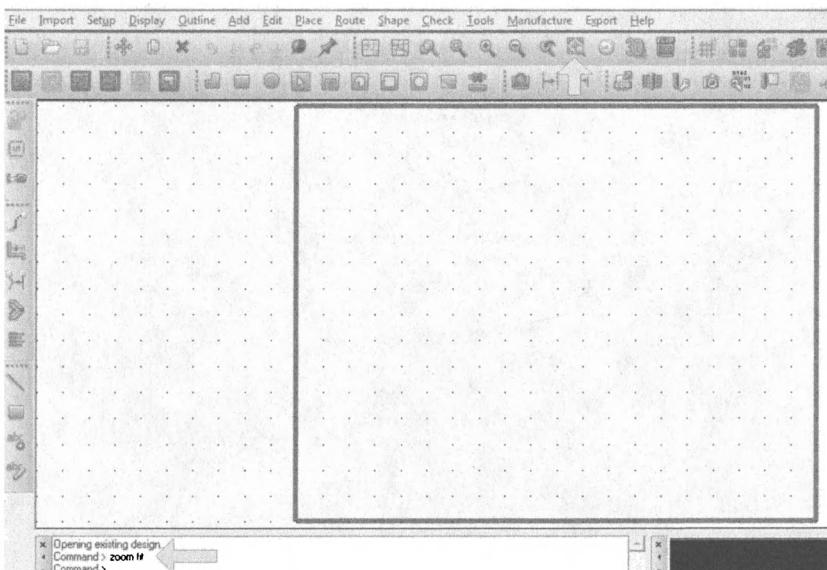

Рис. 21.14. Масштабирование контура платы
7. Выберите Zoom Fit из меню View, чтобы отобразить целиком контур вашей платы в окне дизайна, как показано на рис. 21.14.